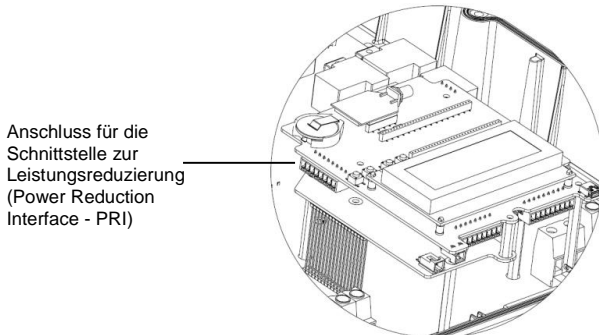

Abbildung 38 – PRI-Eingang
- 1 Schließen Sie den FRSE² direkt an die Kommunikationsplatine des SolarEdge Wechselrichters mithilfe des Steckers für die Schnittstelle zur Leistungsreduzierung (PRI) an. Abbildung 38 zeigt die Position des Anschlusses. Der Stecker ist eine 8-polige Klemmleiste.
- 3 Schließen Sie den FRSE¹ direkt an die Kommunikationsplatine des SolarEdge-Wechselrichters mithilfe des Steckers für die Schnittstelle zur Leistungsreduzierung (PRI) an. Abbildung 38 zeigt die Position des Anschlusses. Der Stecker ist eine 8-polige Klemmleiste. Die folgende Tabelle zeigt die Anschlussbelegung und Funktionalität: